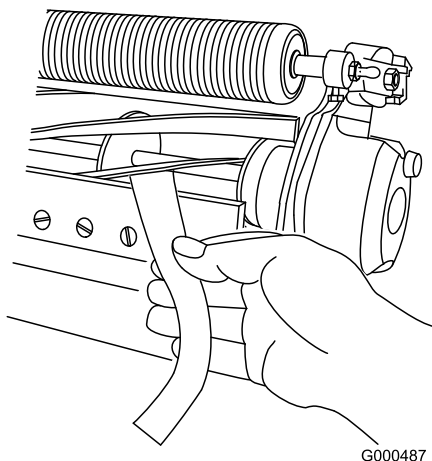

Figura 12
3. Teste o desempenho de corte inserindo uma fita comprida de desempenho de corte (Número de peça Toro 125-5610) entre o cilindro e a lâmina de corte, perpendicular à lâmina de corte (Figura 12).